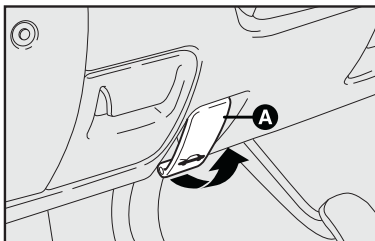

fig. 80
- puxar no sentido da seta a alavanca **A-fig. 80**, localizada à esquerda da coluna de direção.